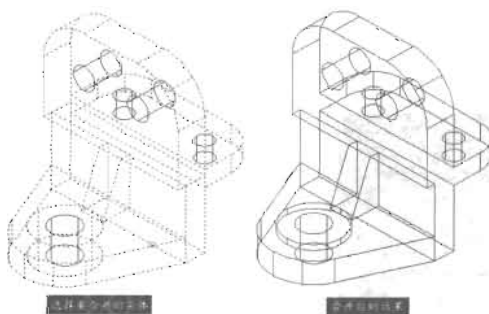

图 15-96
(1) 在命令行中输入 Union 命令, 或者单击“建模”工具栏中的“并集”按钮 , 如图 15-96 (左) 所示的 6 个实体合并为一个实体, 如图 15-96 (右) 所示, 命令执行过程如下。